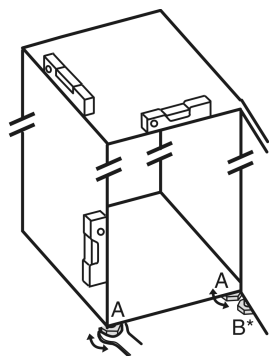

Fig. 5
- ▶ Atornillar las patas regulables Fig. 5 (A) con la llave fija adjunta y un nivel de burbuja hasta que el electrodoméstico quede bien alineado y nivelado.
- ▶ Desenroscar la pata regulable Fig. 5 (B) en el soporte de cojinete con la llave fija adjunta hasta que se pose en el suelo.
- ▶ Girar la pata regulable Fig. 5 (B) 90° más.